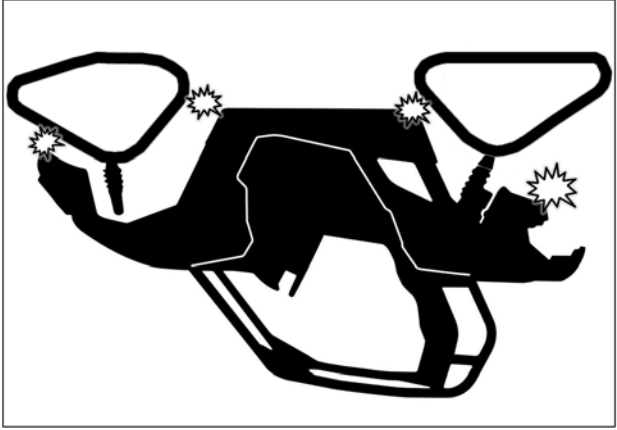

Fig. 38
2. Vérifier s'il y a possibilité de contact entre le système de traction et les coins inférieurs des ailes. Voir la Fig. 38